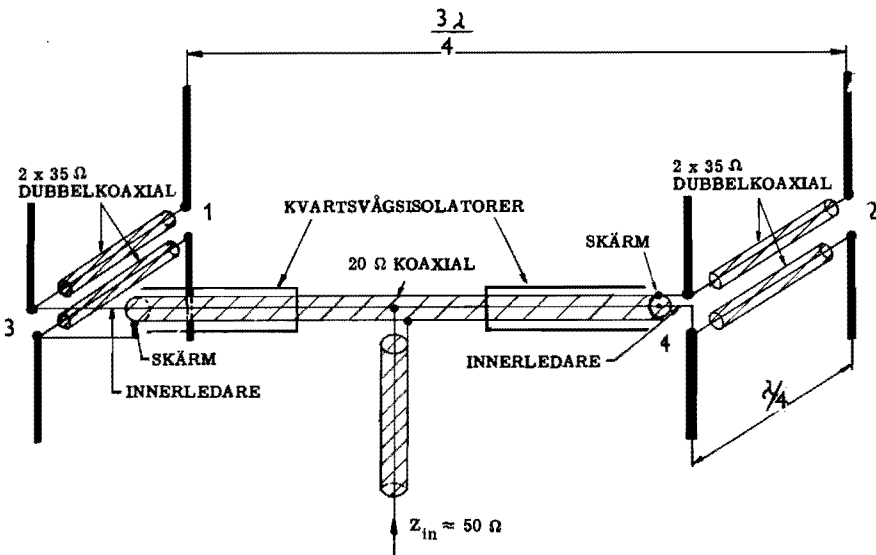
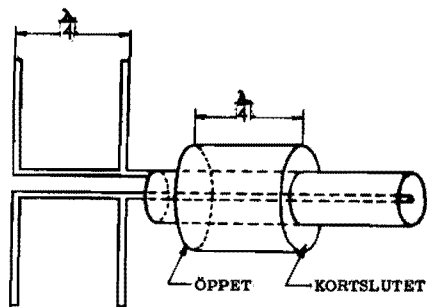

Bild 6. Pejlantennens hopkoppling
Bild 7. Pejlantennens balanseringsanordning
- Bild 6. Pejlantennens hopkoppling
- Bild 7. Pejlantennens balanseranordning
Antennerna är kopplade enligt bild 6. Mellan de balanserade ledningarna och koaxialledningarna sitter kvartsvågsisolatorer ( $\lambda/4$ -isolatorer) enligt bild 7.